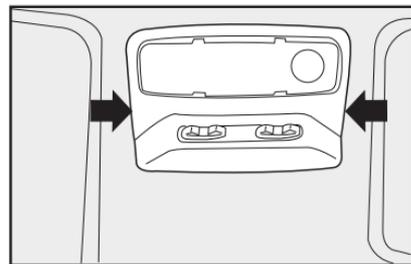

fig. 67
Algumas versões podem apresentar conjunto de luz interna como o representado na **fig. 67 e 68**;
- Com uma chave de fenda nos pontos indicados pelas setas remover o conjunto de luz interna montado a pressão pelas travas **fig. 67**;